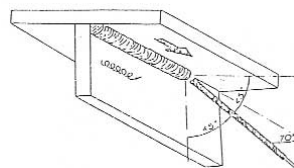

Figura 1
b. Avance fundiendo ambos cordones con la pared vertical, haciendo movimiento como la figura 1.